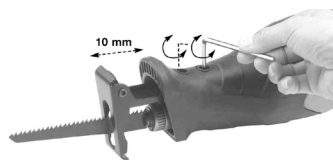

рис. 5
- сдвинуть суппорт с упором в нужную сторону, как указано на рис.5;